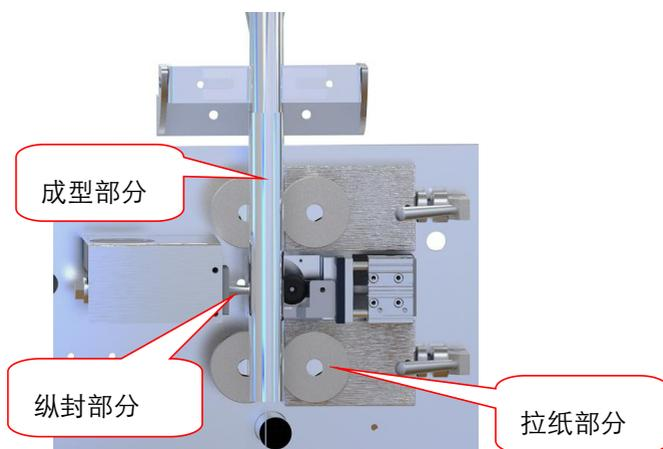

图 1-2 包装系统
- 2-2-3、机构传送系统主要由走纸部分、成型部分、拉纸部分、横封部分、纵封部分、下料部分组成（见图 1-2）；整台设备均采用机械传动与电气相结合,安装调试简单方便,运行过程平稳,封口牢靠,袋子外形美观;可精确完成制袋、计量、填充、封口、计数等功能;根据不同的物料可选配料盘电子秤等多种下料方式。